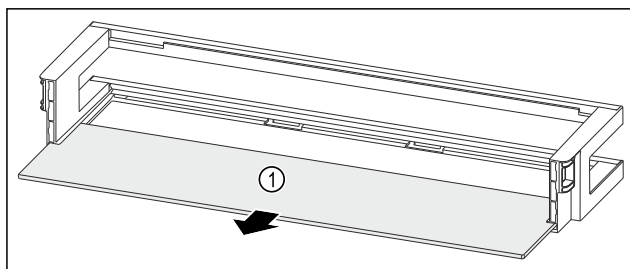

Fig. 116 Polica u vratima s policom za odlaganje
- Izvadite policu Fig. 116 (1).